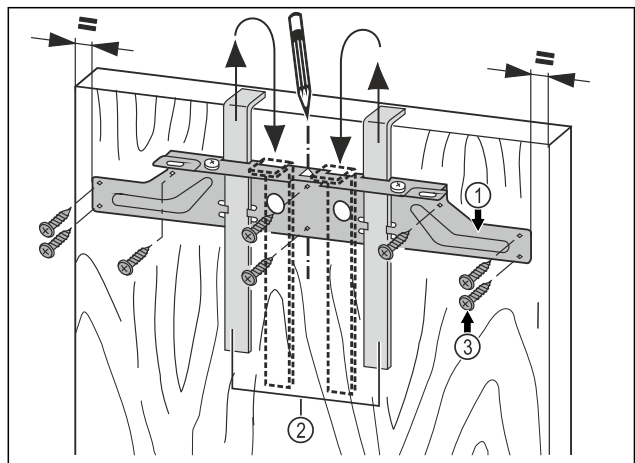

Fig. 45
- ▶ Окачете крепежната траверса Fig. 45 (1) с помощните детайли за монтаж Fig. 45 (2) към вътрешната страна на вратата на шкафа.
- ▶ Нивелирайте крепежната траверса Fig. 45 (1) в средата на вратата.
- ▶ Затегнете крепежната траверса Fig. 45 (1) с най-малко 6 винта Fig. 45 (3).
- ▶ Затегнете крепежната траверса Fig. 45 (1) с 4 винта Fig. 45 (3) по ръба.
- ▶ Издърпайте нагоре помощните детайли за монтажа Fig. 45 (2) и ги поставете в обратно положение в намиращите се в съседство отвори.